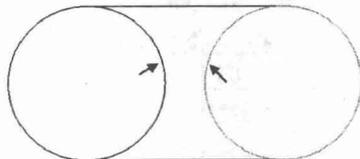
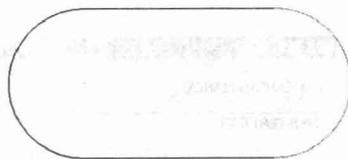

图 1-12 删除的图线
图 1-13 编辑结果
(1) 按住鼠标左键，从左上角到右下角拖出一个矩形框选中整个图形，然后单击鼠标左键将全部图形选中，选中的图线将变为黄色。
(2) 选择菜单命令【编辑】/【修剪/打断】/【在交点处打断】，在图线的交点处将线条打断，为后续删除操作做准备。
(3) 选择菜单命令【编辑】/【删除】/【删除图素】，然后选中图 1-12 中箭头指示的两条图线后按 **Enter** 键将其删除，结果如图 1-13 所示。